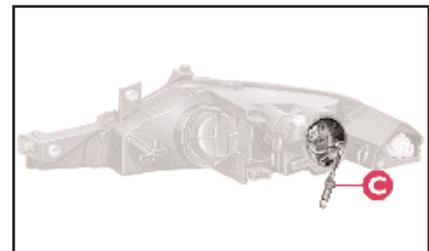

fig. 12
2) Dégager la douille **C** (fig. 12) en imprimant une légère rotation pour faciliter l'extraction.